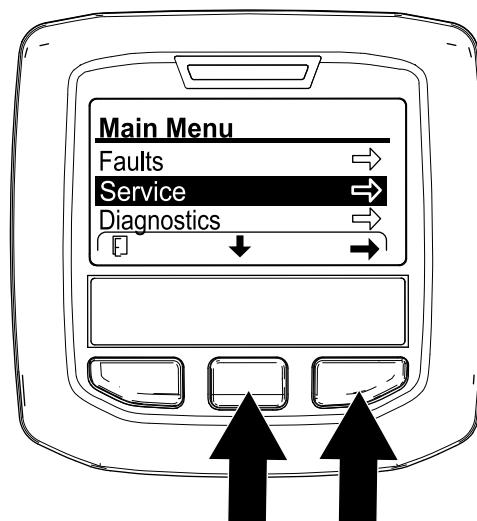

Рисунок 103
3. В инфо-центре перейдите в MAIN MENU (Главное меню) (Рисунок 103).